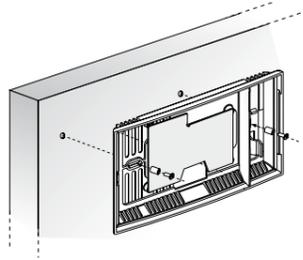
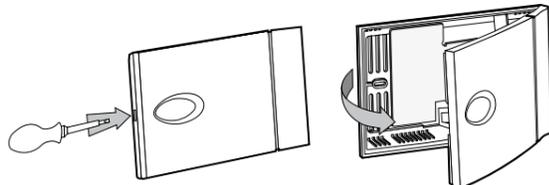

Fig. 1
Fig. 2
Per l'apertura della sonda si procede come indicato (fig. 2) e per il montaggio come in fig. 1:
Avvertenza: per non danneggiare il sensore e le connessioni durante il montaggio e per evitare la messa a terra della schermatura del sensore si consiglia l'uso dei distanziali (fig. 1).
To open the probe, proceed as shown (Fig. 2); for assembly see Fig. 1:
**Warning:** to avoid damaging the sensor and the connections during assembly and avoid earthing the shield of the sensor, spacers are recommended (Fig. 1).